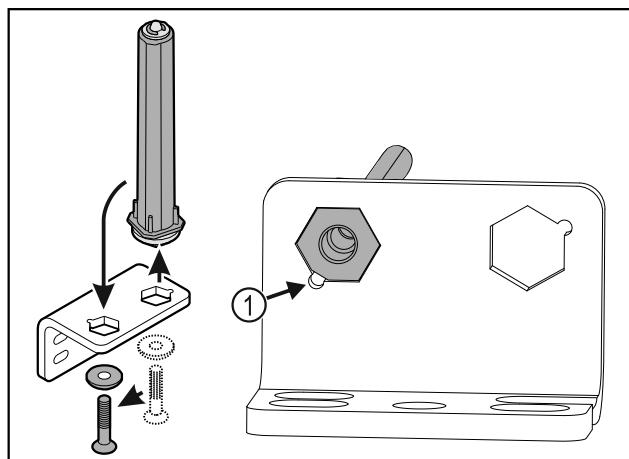

Fig. 32
- Pobrinite se za to da je prilikom umetanja zakošenje na svornjaku Fig. 32 (1) usmjereni prema okrugloj rupi.